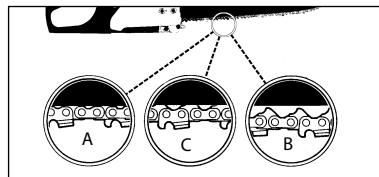

Рис. 6
**МЕРЫ ПРЕДОСТОРОЖНОСТИ:** Если цепь натянута СЛИШКОМ СЛАБО или СЛИШКОМ СИЛЬНО, это приведет к повышенному износу звездочки, шины, самой цепи и коренных подшипников. На Рис. 6 показано правильное натяжение цепи в холодном (А) и разогретом (В) состоянии, а также указано, как правильно осуществлять регулировку натяжения (С).